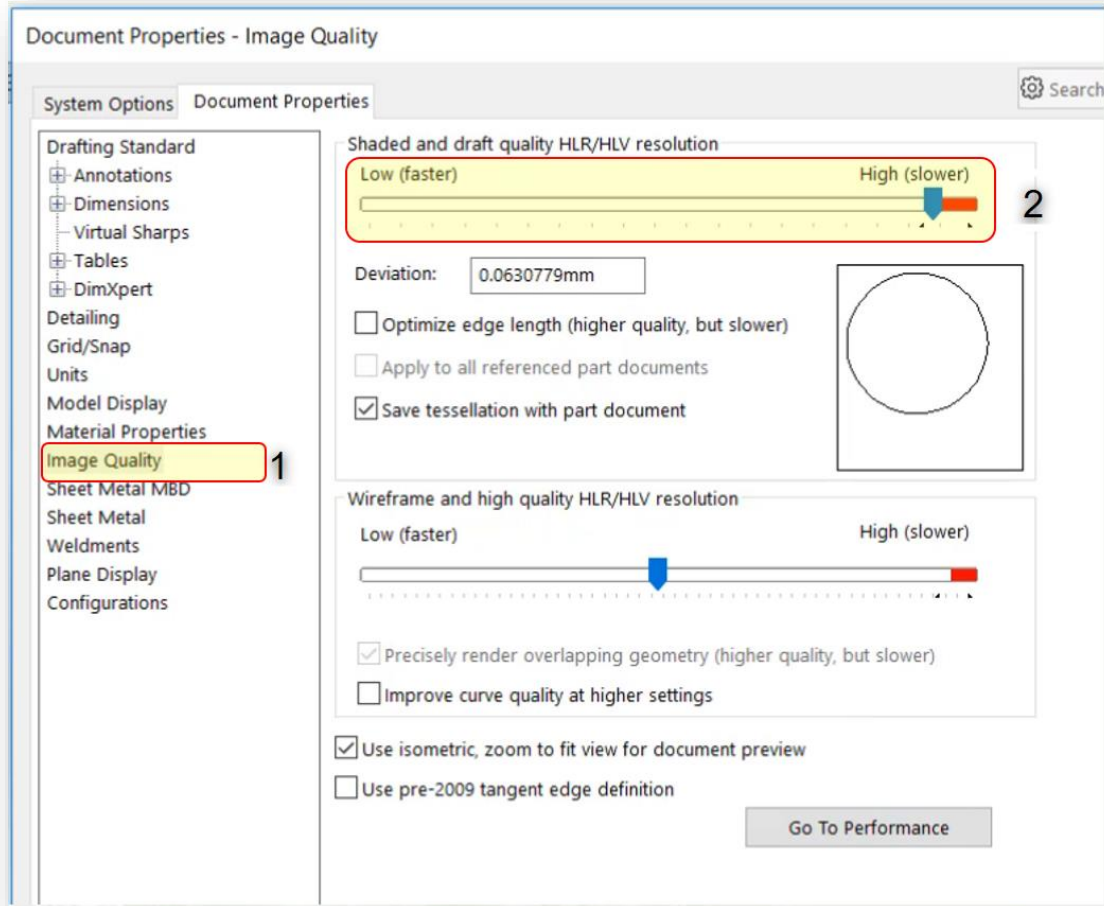

Figure 2
נבחר את הלשונית Document Properties ובאפשרות Image Quality (1) נסיט את הסרגל שבאזור הגדרות *Shade and draft quality HLR/HLV resolution* ימינה (2) כדי לשפר את התצוגה (רזולוצייה וסטייה) כמודגם בתמונה Figure 2.